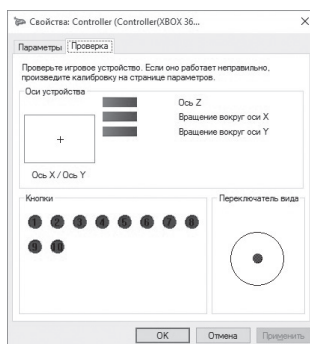

Рис. 8
- Для проверки и настройки в режиме XInput выберите «Свойства» в окне «Игровые устройства», при этом всплывет окно «Свойства: Controller (Controller (XBOX 36...» (рис.8). Во вкладке «Проверка» можно проверить исполнение команд при нажатии на кнопки и вращении руля. Для калибровки руля выберите вкладку «Параметры», нажмите «Откалибровать» и следуйте дальнейшим инструкциям.